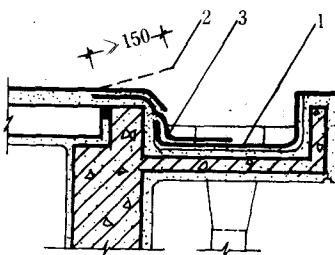

图 2.2.6-1 卷材脱空、耸肩部位的维修
2.2.6.2 卷材脱空、耸肩部位，应切开脱空卷材，清除原有胶粘材料及杂物，将切开的下部卷材重新粘贴，增铺一层卷材压盖下部卷材，将上部卷材覆盖，与新铺卷材搭接不应小于 150mm，压实封严（图 2.2.6-1）。